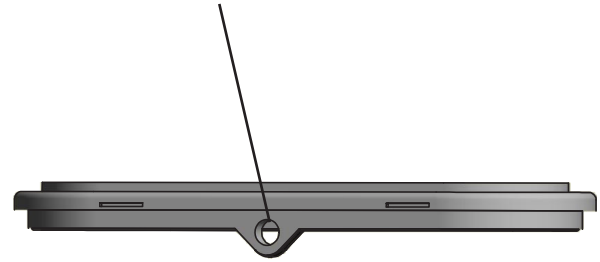

Figure 2
3. Retirer le groupe réflecteur à l'aide du tournevis pour écrou à fente, l'insérer pour comprimer les languettes tel qu'illustré (Figure 2).